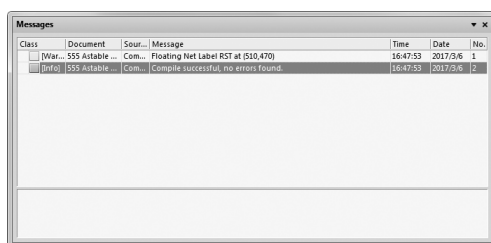

图 4-12 “Messages” 面板
(1) 选择菜单栏中的“工程”→“Compile PCB Project 555 Astable Multivibrator.PRJPCB”（编译项目文件）命令，系统开始对项目进行编译。
(2) 编译完成后，系统弹出“Messages”（信息）面板，如图 4-12 所示。如果原理图绘制正确，将不弹出“Messages”（信息）面板窗口。